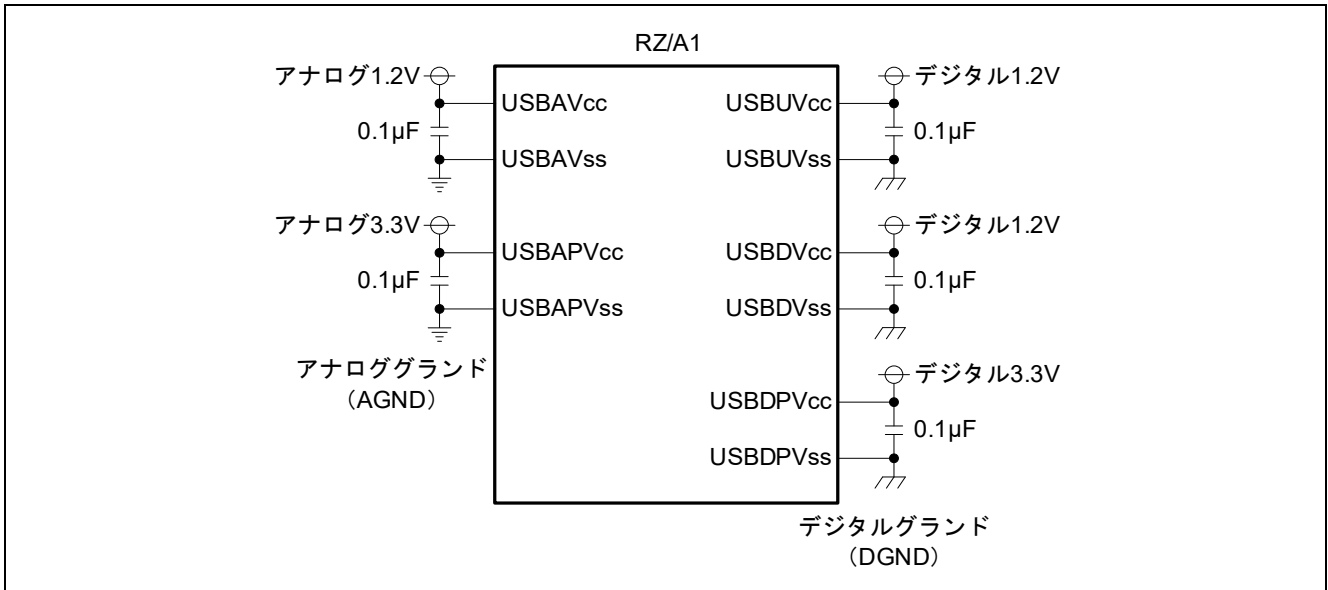
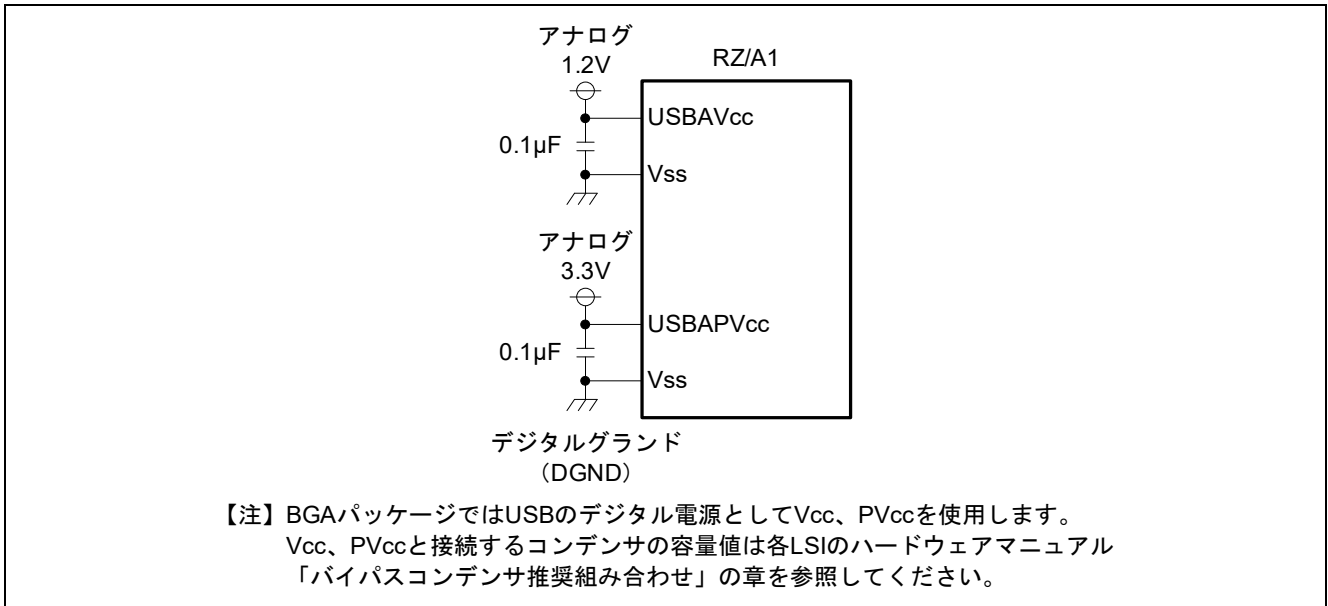

図 3.1 バイパスコンデンサ接続例 1 (QFP)
図 3.2 バイパスコンデンサ接続例 2 (BGA パッケージ)
- バイパスコンデンサの容量値としては、0.1μF の容量を USB 電源端子の直近に配置することを推奨します。図 3.1 に QFP の場合の、図 3.2 に BGA パッケージの場合のバイパスコンデンサの接続例を示します。